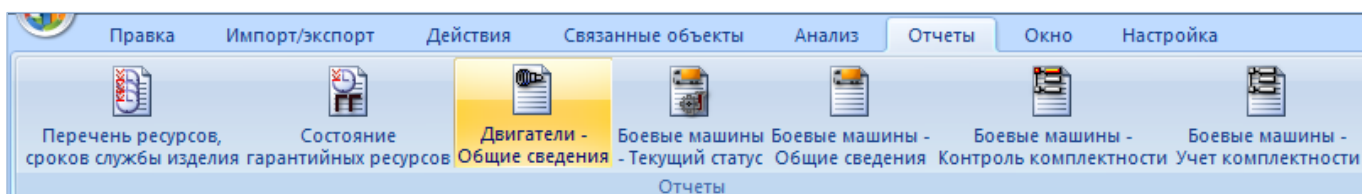

Рис. 20-55 – Вкладка «Отчеты»
2) Открыть вкладку «Отчеты» в рабочем окне «Экземпляры» и нажать «Двигатели – Общие сведения» (рис. 20-55).
2) Открыть вкладку «Отчеты» в рабочем окне «Экземпляры» (рис. 20-55), выбрать и нажать на наименование отчета: